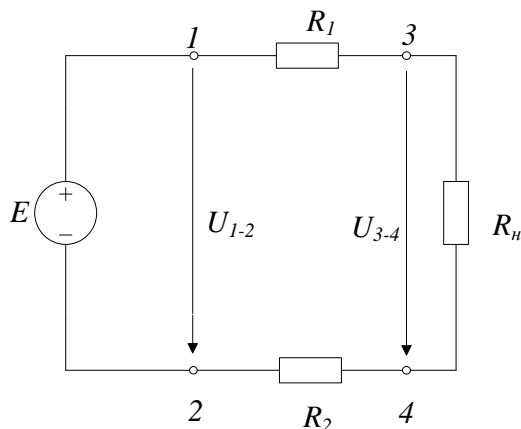

Рис.8.1. Электрическая цепь постоянного тока
Цель работы: Определить КПД простой резистивной цепи (рис. 8.1) путем измерения тока и напряжения
1. Собрать электрическую цепь согласно схеме (рис.8.1.). Резисторы R_1 и R_2 имитируют потери в линии электропередачи;